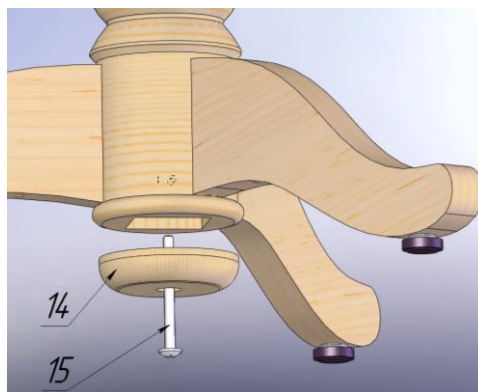

Рис.2
2.4 С нижнего торца ног 4 привернуть винтом (14) накладку (15) - рис.2.